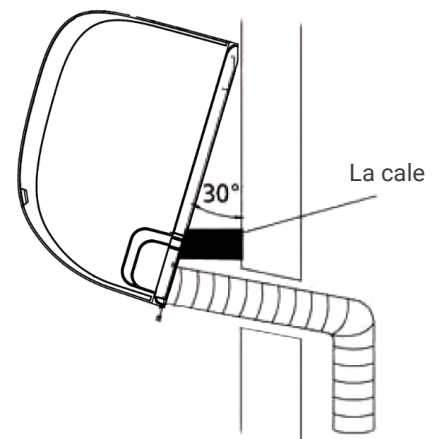

Fig. 3.13
2. Utilisez un support ou une cale pour caler l'unité, en vous conservant suffisamment d'espace pour raccorder la tuyauterie de réfrigérant, le câble de signal et le tuyau d'évacuation. Reportez-vous à la **Fig. 3.13** en guise d'exemple.